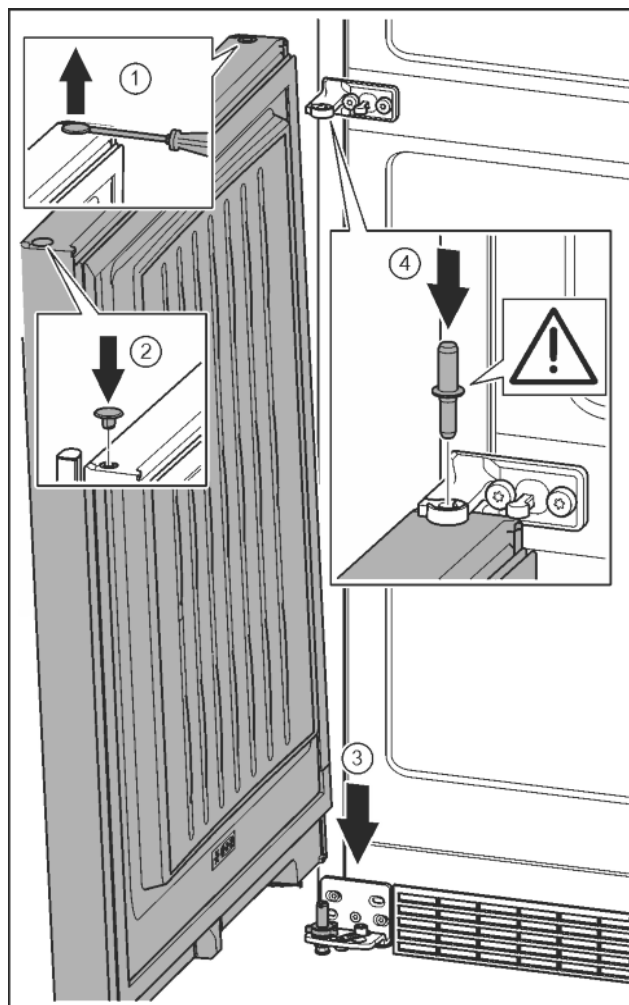

Fig. 23
- Ridicați cu precauție dopul cu o șurubelniță plată și extrageți-l. *Fig. 23 (1)*
- Introduceți dopul pe partea opusă a ușii. *Fig. 23 (2)*
- Așezați ușa de sus pe bolțul inferior de lagăr. *Fig. 23 (3)*
- Introduceți bolțul central de lagăr prin mijlocul suportului de lagăr în ușa inferioară. Aveți grijă aici ca respectiva camă de cuplare să fie îndreptată către înapoi. *Fig. 23 (4)*